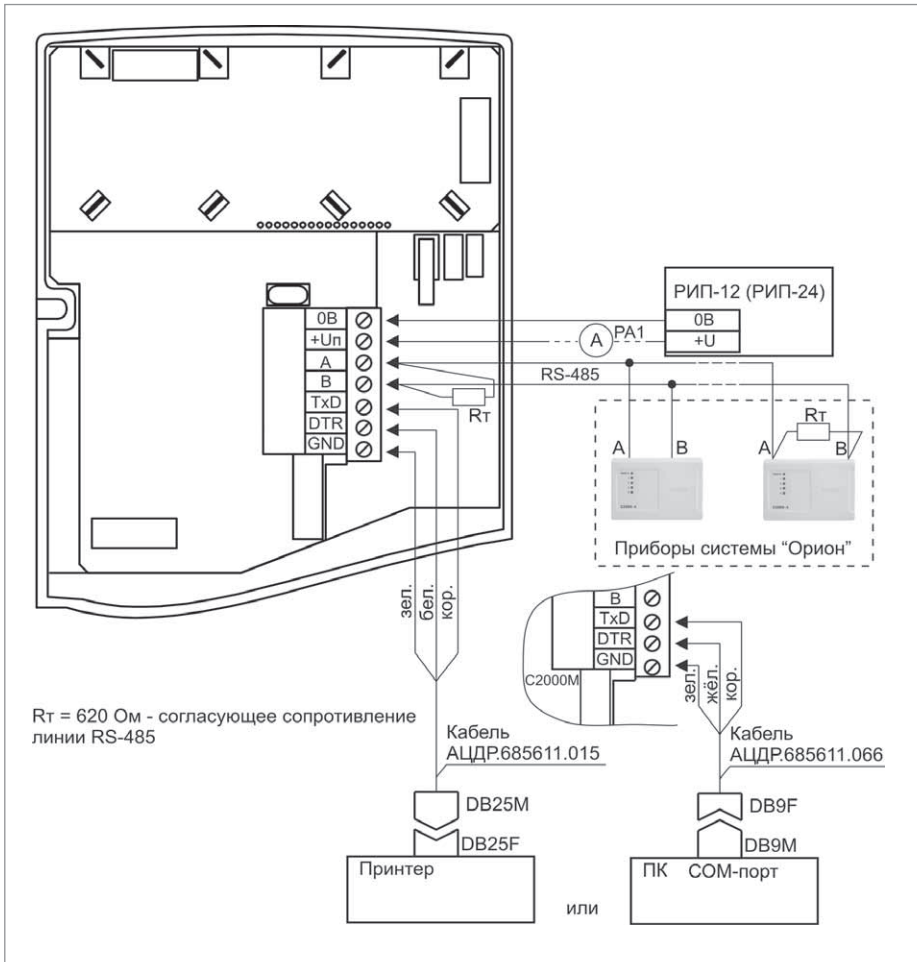

Рисунок 3. Схема подключения пульта «С2000М»
- 3.2. Подключение соединительных линий производите в соответствии с проектной документацией и схемой на рис. 3 – для пульта «С2000М», на рис. 4 – для пульта «С2000».